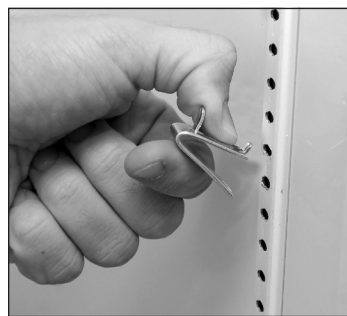

Abb. 6. Anbringen der oberen Lasche des Bodenträgers.
1. Haken Sie die Bodenträger in die Regalständer ein. Siehe Abb. 6.